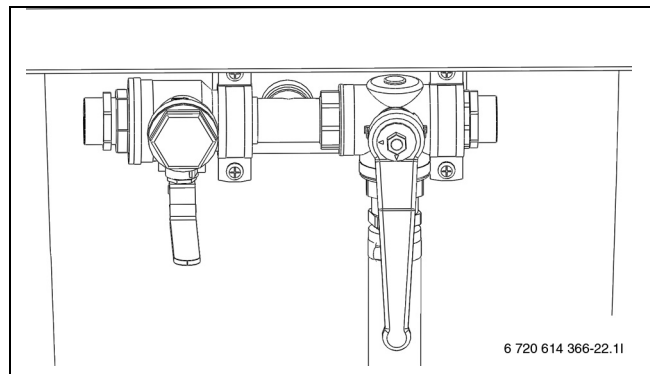

Рис. 15 Заполняющая станция в положении смешивания
- Установите краны заполняющей станции в положение смешивания ( $\rightarrow$  рис. 15).